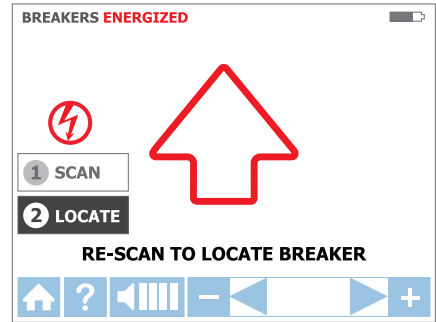
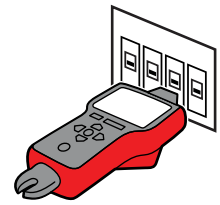

Figura 3.4c
Figura 3.4d
- b. Procure cada disjuntor/fusível durante meio segundo tocando no mesmo com o Sensor de ponta. Certifique-se de que a ranhura no Sensor de ponta está paralela horizontalmente ao disjuntor/fusível (Ver Figura 3.4d)
- a. Selecione o modo LOCALIZAR usando as setas direcionais para selecionar este modo de funcionamento e prima o botão "ENTER" amarelo. (Ver Figura 3.4c)
- b. Volte a procurar cada disjuntor/fusível tocando em cada um com o Sensor de ponta durante meio segundo. A seta vermelha ativa indica que a procura está em curso (ver Figura 3.4c). Certifique-se de que a ranhura no Sensor de ponta está paralela horizontalmente ao disjuntor. (Ver Figura 3.4d) **Sugestão de utilização:** Segure o recetor na mesma posição que no passo de procura (passo 3.4a-d).